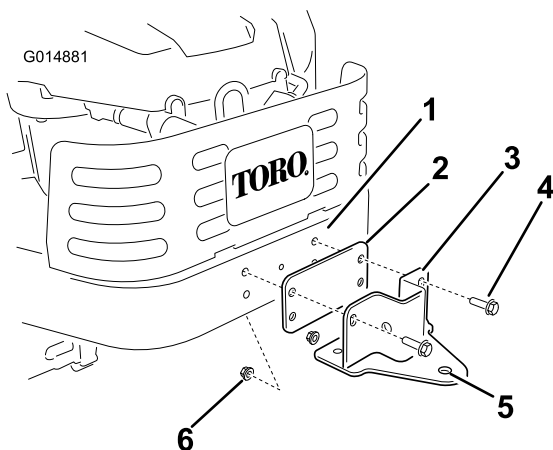

Figura 10
1. Tra le parti sciolte, individuate la piastra distanziatrice e la staffa di supporto del telaio del sistema di raccolta. Montate la piastra e la staffa sul telaio della macchina come illustrato nella Figura 10. Assicurate la piastra e la staffa al telaio mediante due bulloni (5/16 x 1 poll.) e due dadi di bloccaggio (5/16 pollice).